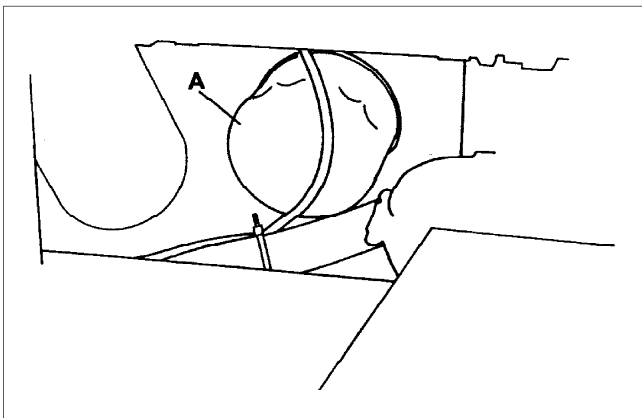

Fig.29
- Filter (A Abb. 29) vom Motor abschrauben und umweltfreundlich beseitigen.
- (a) Togliere la cartuccia (A Fig. 29) dal motore svitandola e gettarla via.